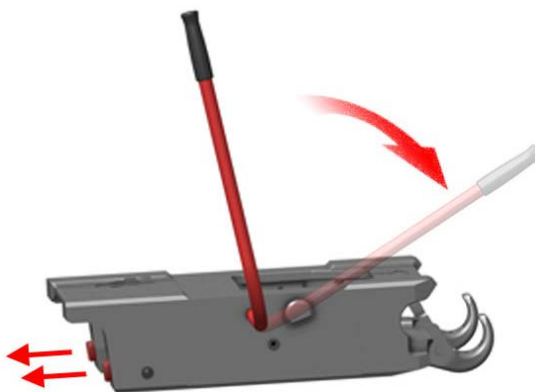

Abbildung 45: verriegeln
- b) Betätigen Sie den Riegelhebel im Uhrzeigersinn siehe *Abbildung 45* bis zum Endanschlag.